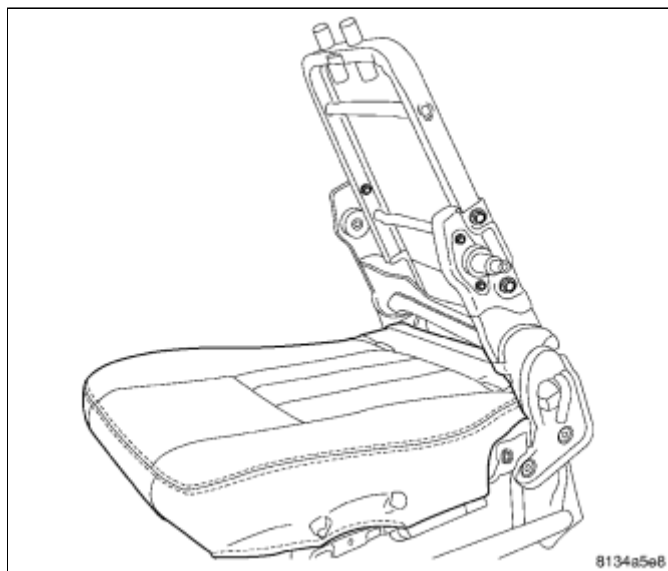

图 1 第二排座椅靠背
4. 安装座椅靠背罩和塑料(图 1)。 (参见23-车身/座椅/座椅靠背罩-安装)